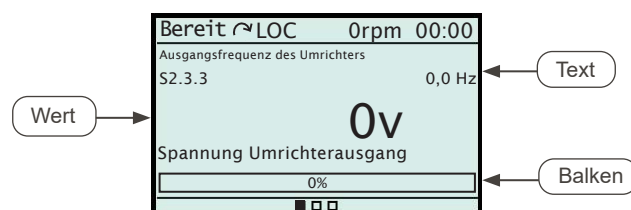

Abbildung 4.11: Inline-Ansicht
- **Zeile:** in einer Zeile kann eine Lesevariable im Format **Text, Wert oder Balken**. angezeigt werden. Abbildung 4.11 auf Seite 80 zeigt ein Beispiel mit den drei Formaten.